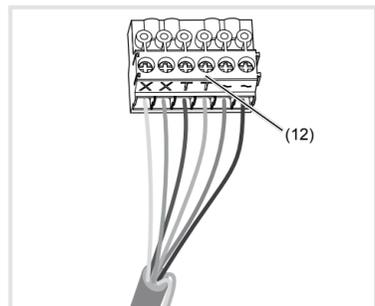

Bild 7: verdrahteter Anschluss-Klemmblock
- Anschluss-Klemmblock (12) vom Audioeinsatz nach unten hin abziehen.
- Adernpaar der 2Draht Busleitung an die Klammern XX des Anschluss-Klemmblocks anschließen (Bild 7).
- Gegebenenfalls Türöffner-Leitung an die Klammern TT des Anschluss-Klemmblocks (Bild 7 und 8) anschließen.
- Für Ruftasten-Hinterleuchtung 12 V~ Zuleitung vom Netztransformator an die Klammern ~ des Anschluss-Klemmblocks anschließen (Bild 7 ... 9).